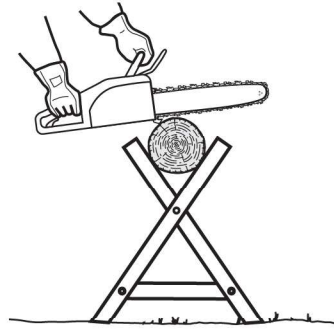

Fig. 44
- > Pouse os cepos mais pequenos num cavalete ou sobre outro tronco para os cortar (Fig. 44).